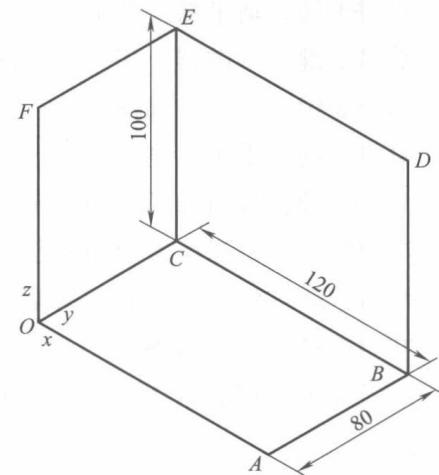

图 1-2 线框立体图
(3) 输入“终点坐标”B(120, 80, 0)→按回车键，得到 AB 直线。
(4) 输入“终点坐标”C(@-120, 0, 0)→按回车键，得到 BC 直线。
(5) 输入“终点坐标”O(@0, -80, 0)→按回车键，得到 CO 直线。
(6) 按 F9 键，将当前面切换为 YOZ 平面。
(7) 输入“终点坐标”F(@0, 0, 100)→按回车键，得到 OF 直线。
(8) 输入“终点坐标”E(@0, 80, 0)→按回车键，得到 FE 直线。
(9) 输入“终点坐标”C(@0, 0, -100)→按回车键，得到 EC 直线。
(10) 按 F9 键，将当前面切换为 XOZ 平面。
(11) 捕捉 E 点，输入“终点坐标”D(@120, 0, 0)→按回车键，得到 ED 直线。
(12) 输入“终点坐标”B(@0, 0, -100)→按回车键，得到 DB 直线→右击结束，结果如图 1-2 所示。